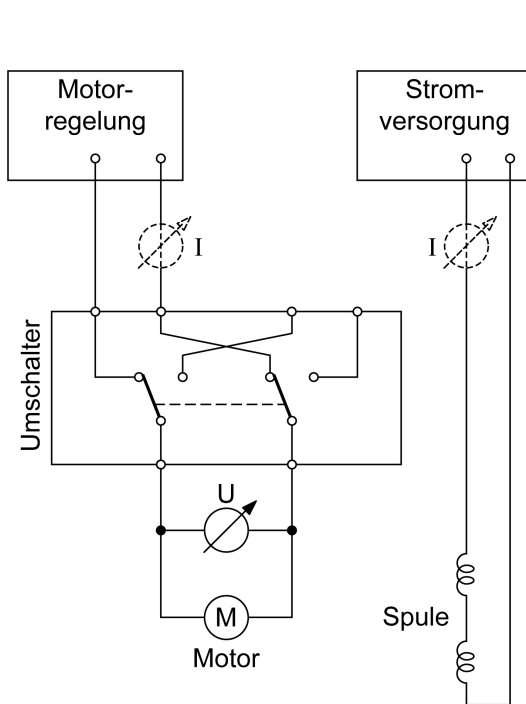

Abb. E45-2: Verdrahtungsplan
- Um den **Wirkungsgrad** zu bestimmen, montieren Sie die Messingscheibe und bauen Sie bei **abgeschalteten** Geräten das Strommessgerät gemäß Abb. E45-2 in den Motorstromkreis ein, um gleichzeitig Strom und Spannung am Motor messen zu können. **Schaltung prüfen lassen!** Schalten Sie den Motor ein und messen Sie **ohne** bremsendes Magnetfeld Strom und Spannung am Motor. Die so ermittelte elektrische Leistung wird durch Reibungskräfte (Lager, Luft...) und Leitungsverluste im Motor verbraucht. Notieren Sie die dazu gehörende Grundbelastung der Waage.